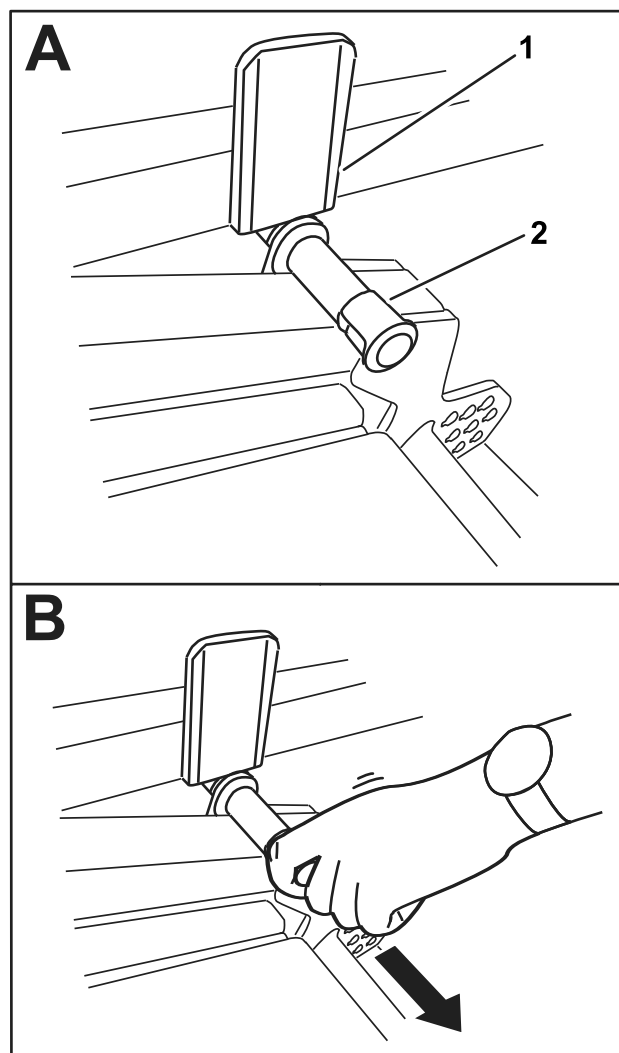

Figura 42
2. Rotiți încet unitatea de tăiere în jos până când știftul intră în contact cu placa brațului de ridicare (A din Figura 42).
3. Utilizați piciorul pentru a apăsa pe unitatea de tăiere, apoi scoateți știftul (B în Figura 42) pentru a lăsa unitatea de tăiere să se așeze în poziția de TRANSPORT.